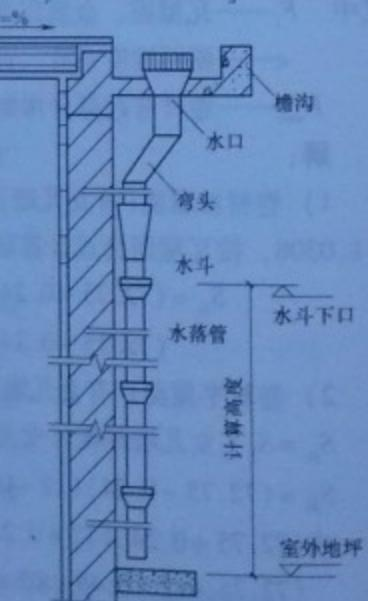

图 1-90 水落管计算示意图
**【例 1-90】** 水落管如图 1-90 所示, 室外地坪为 -0.3m, 水斗下口标高为 19.60m, 设计水落管共 18 根, 计算铁皮排水工程量。